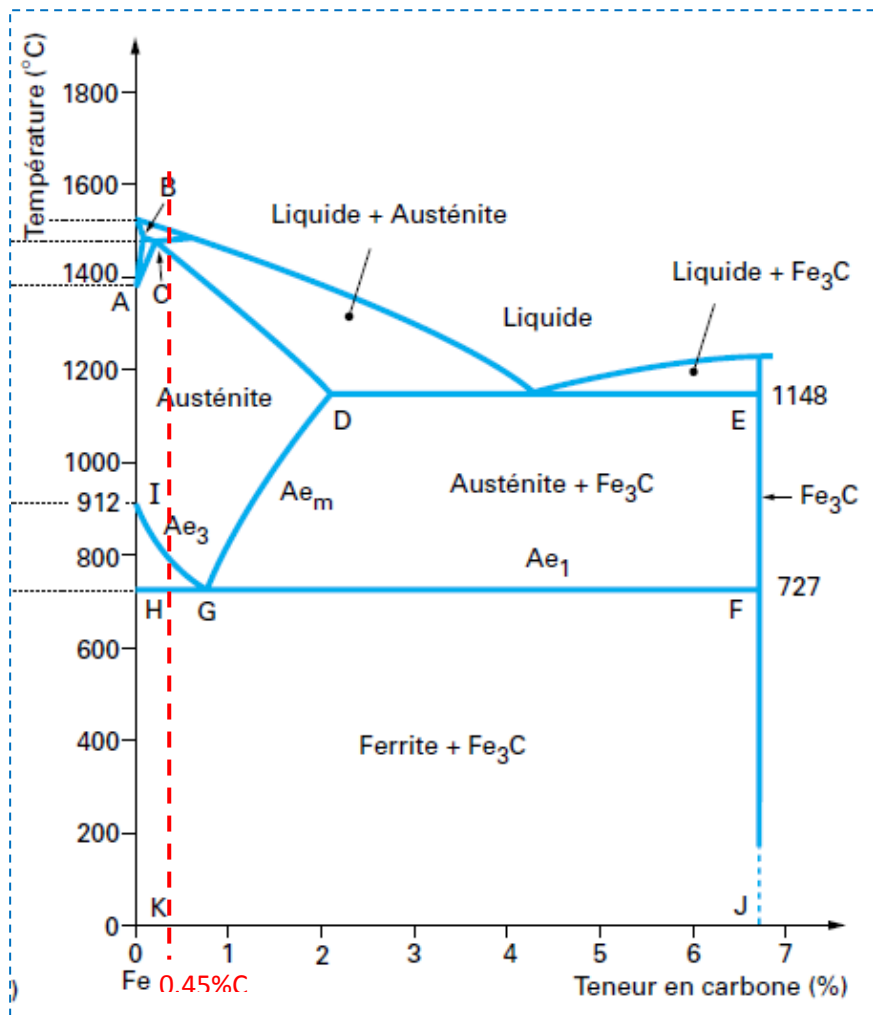

Fig. 1. Diagramme Fer-Carbonate métastable
On dispose dans cette partie du diagramme Fer_Carbone métastable noté **Fe-Fe₃C (Fig.1)** et on assimile la nuance 45Mn5 à un alliage **Fe-Fe₃C** à 0.45% de Carbone. On vous demande de répondre aux questions suivantes :
3. Déterminer la température de germination de la phase de ferrite α (Figure 1. b.).
Détail Fig. 1.